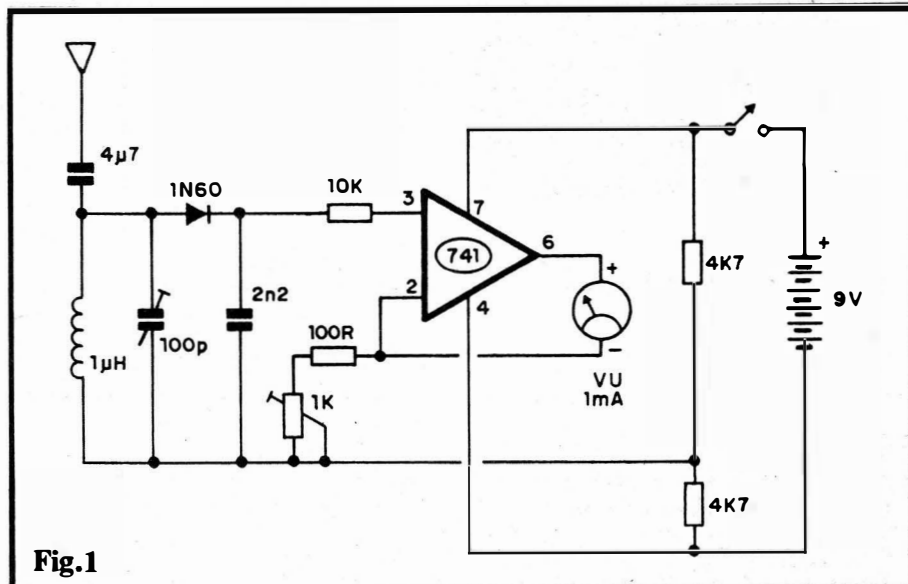

Fig.1
**- FIG. 1 - O CIRCUITO** - Absoluta simplicidade, para manter a quantidade de componentes e a complexidade num mfnimo absoluto, além de conter o custo dentro de faixa aceitável... Essa é a principal marca do circuito, porém sem perda das desejadas sensibilidade, praticidade e validade... Um "toquinho" de antena (15 a 25 cm.) recebe os sinais emitidos pela estação de PX e os envia (através do capacitor de 4p7) a um arranjo sintonizável L-C (bobina/trimmer) parametrado para abranger toda a "região" pretendida de Frequências... Facilitando bem as coisas para o Leitor/Hobbysta/"pexiszeiro", a bobininha nem precisará ser "feita em casa", já que trata-se de um micro-choque comercial, de 1 uH, encontrável em qualquer loja de componentes a preço "maneiro"... Quanto ao capacitor variável, não passa de um trimmerzinho cilíndrico (tipo "Dau"), também de baixo custo e fácil aquisição. O diodo de germânio 1N60 (outro, de germânio, também poderá ser usado, sem problemas...) retifica e demodula o sinal e, após a passagem pelo filtro oferecido pelo capacitor de 2n2, injeta o resultado na Entrada Não Inversora de um sensível Amplificador Operacional 741 (Integrado "manjadíssimo", também de baixo custo e fácil de encontrar), via resistor de 10K... A Saída do Operacional (pino 6) é aplicada diretamente ao galvanômetro (miliamperímetro ou V.U com fundo de escala recomendado em 1 mA...) e retorna ao "terra" do circuito (juntamente com a Entrada Inversora, pino 2 do 741), através do arranjo resistivo formado pelos componentes de 100R (fixo) e 1K (ajustável - trim-pot...), os quais (pelo ajuste do trim-pot...) podem determinar o ganho geral do bloco... Notar que - como o 741 precisa de uma fonte split (simétrica) para perfeito desempenho nesse arranjo, a Tensão geral de alimentação, 9V, proveniente da bateria, é convenientemente "fatiada" em duas metades, através do totem de resistores de 4K7, de modo a oferecer um "terra virtual", com nível de Tensão correspondente à metade dos 9V originais... Nada mais precisa ser dito, e nada mais precisa ser perguntado (parece linguagem de taquígrafo de Tribunal...). Os valores dos componentes já foram previamente computados de modo que em seus ajustes médios ("meio giro") tanto o trimmer quanto o trim-pot já posicionam o circuito do MSPX para abranger também as condições médias de utilização... Obviamente que alguns "retoques" nesses ajustes, ajudarão a